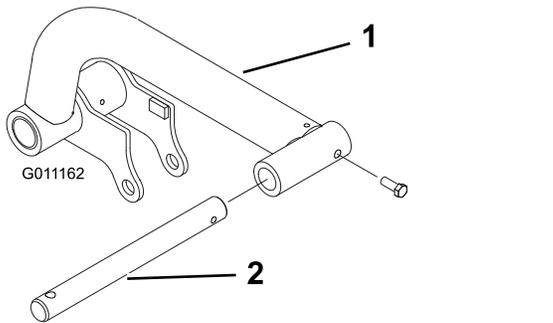

Figura 9
1. Insira uma haste de articulação em cada braço de elevação e alinhe os furos de montagem (Figura 9).